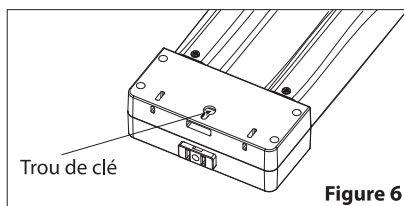

Figure 6
2. Install fixture to mounting surface by inserting the Key Holes on top side of the fixture into the mounting screws (See Figure 6). It may be necessary to adjust the tightness of the screws (Gap D). Make sure both screws hold the lamp securely on the narrow side of the Key Holes.
2. Installez le luminaire sur la surface de montage en insérant les trous de clé sur le dessus du luminaire dans les vis de montage (voir la figure 6). Il peut être nécessaire d'ajuster l'étanchéité des vis (Gap D). Assurez-vous que les deux vis maintiennent bien la lampe sur le côté étroit des trous de clé.